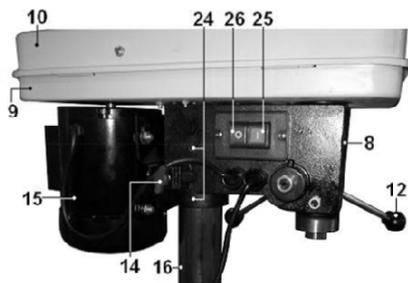

Рис.4.
- 9.7. Аккуратно установите на колонну (16) шпindelную головку станка (8), Рис.2,4, предварительно ослабив винты фиксации (24), Рис.4 .
- Поворачивая шпindelную головку (8) на колонне (16), Рис.2,4, убедитесь, что она «села» до упора. Затяните винты фиксации (24), Рис.4 .
- 9.8. Установите ручки подачи (12). Убедитесь, что шпindel подается этими ручками на всю глубину и легко возвращается в исходное положение.
10.3. Станок оснащен магнитным пускателем, предотвращающим самопроизвольное включение после отключения питания. Включение станка производится нажатием на зеленую кнопку (25). Отключение станка производится нажатием на красную кнопку (26), Рис.4,5.
- трещины металлоконструкции шпиндельной головки (17), Рис. 4;